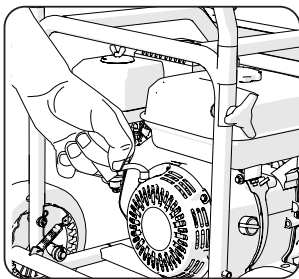

Fig. 14
- Use la otra mano para agarrar el asa del arranque de cuerda. (Fig. 14)